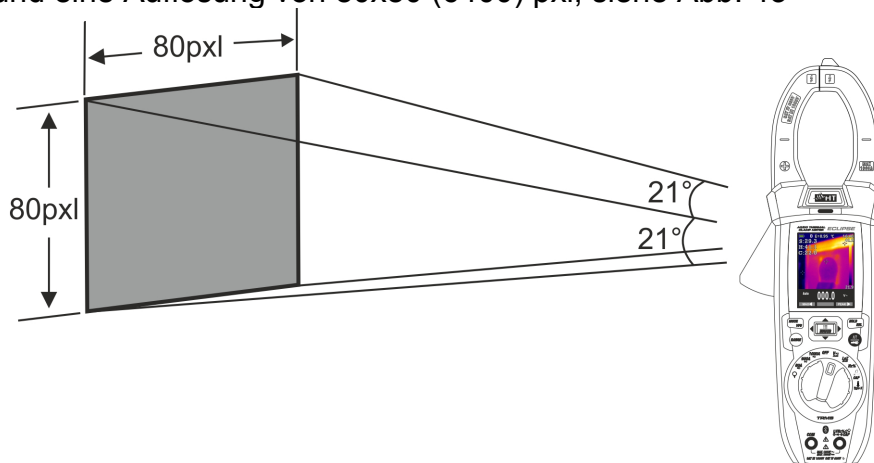

Abb. 43: Darstellung des Sichtfeldes (FOV) des Geräts ECLIPSE
7. Für genaue Temperaturmessungen, stellen Sie sicher, dass die Oberfläche des gemessenen Gegenstands immer größer ist, als die messbare Oberfläche, die durch das Sichtfeld (FOV) des Geräts gegeben ist. Das Gerät ECLIPSE hat ein Sichtfeld von  $21^\circ \times 21^\circ$  und eine Auflösung von  $80 \times 80$  (6400) pxl, siehe Abb. 43